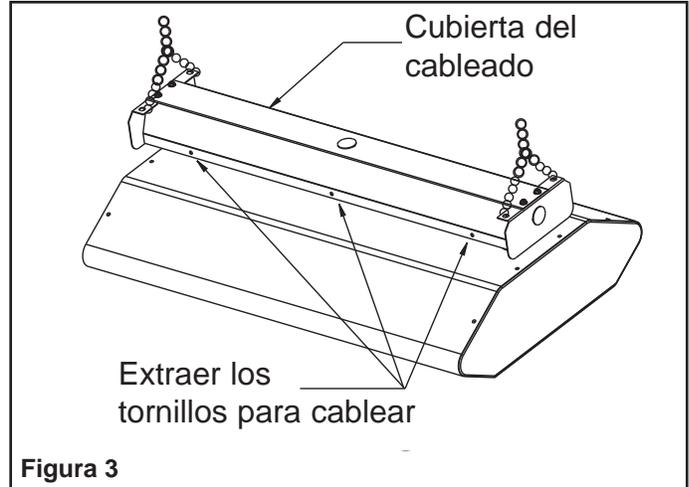

Figura 3
Referirse a la Figura 3 y proceder como sigue.
2. Fijar los bucles de cadena (no provistos) en cada extremo de la cubierta de cable según se muestra en la Figura 3.
4. Extraer los tornillos (ver la Figura 3) desde la parte delantera de la cubierta de cable y permitir que el calentador gire hacia abajo para cablear.